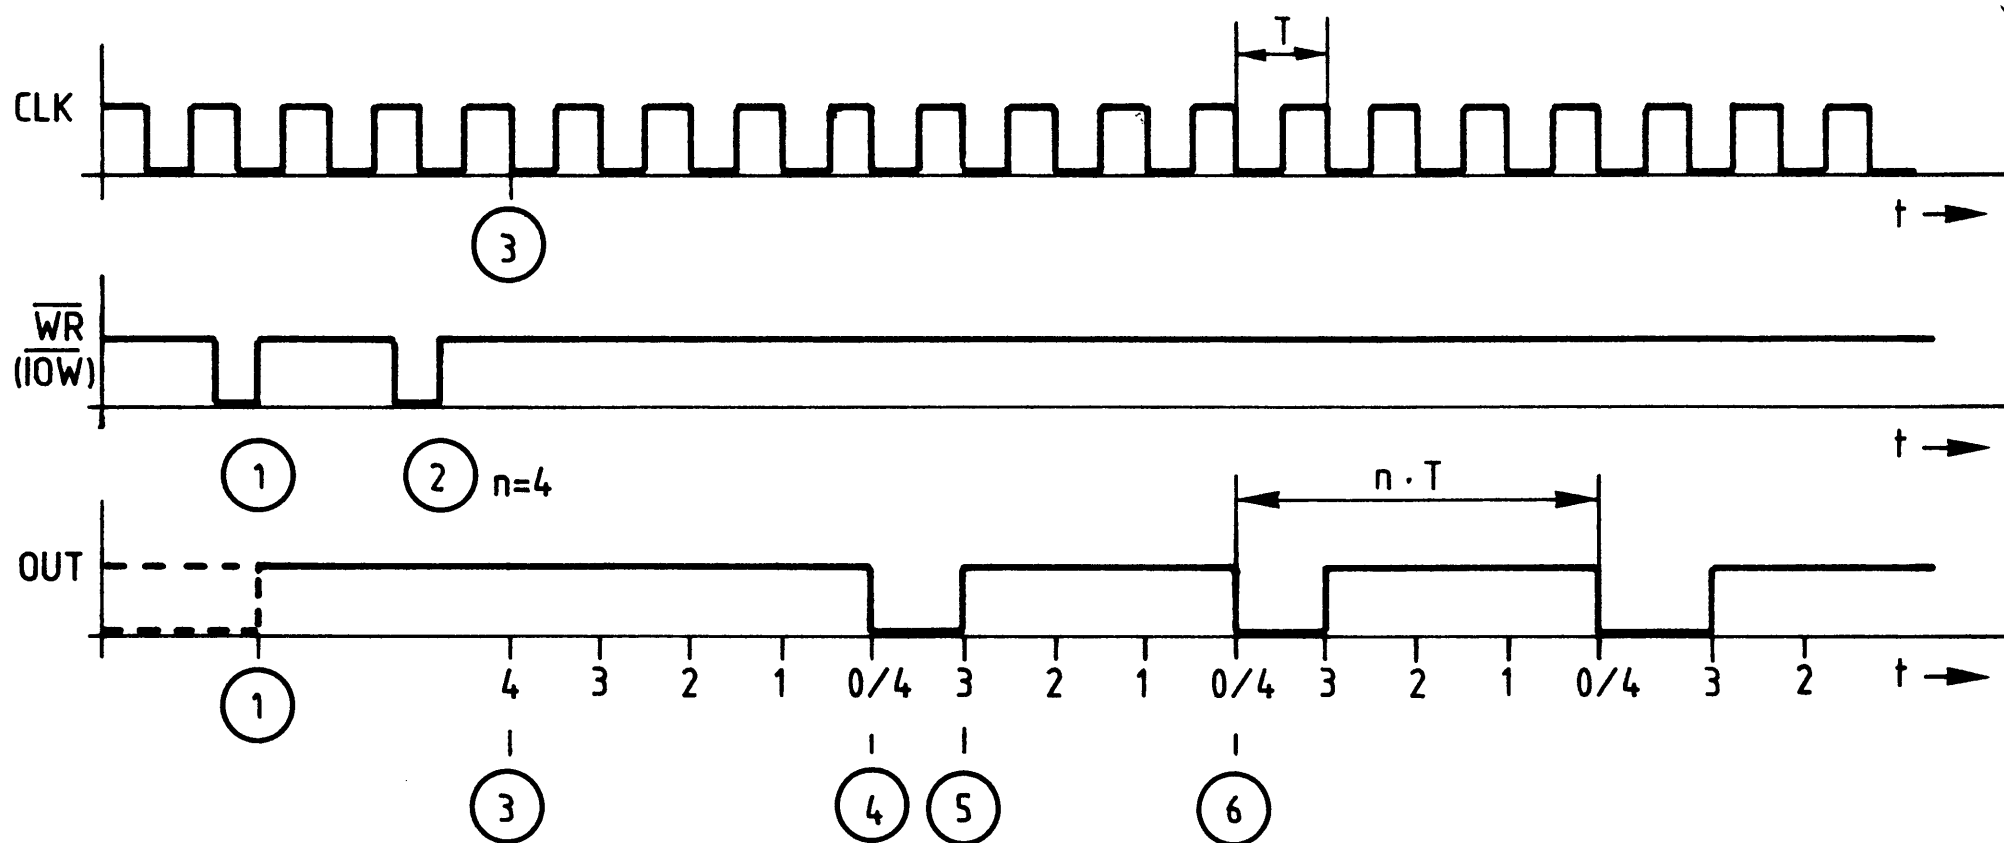

Bild 18: Impulsdiagramm zur Betriebsart 2
Bild 18 zeigt das Wesentliche der Betriebsart 2 im Impulsdiagramm.
Erläuterungen zu Bild 18:
- (1) Mit der positiven Flanke des $\overline{\text{WRITE}}$ -Signals (" $\overline{\text{IOW}}$ ") wird das Steuerwort für die Betriebsart 2 in das Steuerwort-Register des Zählers geschrieben. Der Ausgang "OUT" führt nun H-Signal, der Zähler arbeitet noch nicht.
- (2) Nun wird der Zähleranfangswert bzw. der gewünschte Teilfaktor mit einem oder mit zwei Schreibzyklen in das Zwischenregister geladen. In Bild 18 ist dies der Wert "4" mit einem Zyklus.
- (3) Durch den nächsten Takt erfolgt die Übernahme des Zähleranfangswertes vom Zwischenregister in den Zähler, die Zählung beginnt. Mit jedem weiteren Takt verringert sich der Zählerstand um den Wert "1".
- (4) Vier Takte nach der Zählerübernahme ist der Zählerstand "0" erreicht, und "OUT" nimmt für eine Taktperiode L-Pegel an. Gleichzeitig wird der Zähleranfangswert wieder aus dem Zwischenregister in den Zähler geladen.
- (5) Nach einem Takt führt "OUT" wieder H-Signal, der Zähler ist schon um 1 verringert.
- (6) Vier Takte nach der letzten Nullstellung des Zählers zum Zeitpunkt (4) ist wieder Null erreicht. Alle folgenden Perioden der Ausgangsspannung sind n-mal so lang wie die Taktperiode. Somit ist die Taktfrequenz durch n geteilt.
Im Impulsdigramm von Bild 18 sind der Einfluß des GATE-Anschlusses und die Ladung eines neuen Zähleranfangswertes nicht berücksichtigt, weil dies nicht übersichtlich dargestellt werden kann. Entsprechende Hinweise finden Sie bei der Beschreibung der Merkmale dieser Betriebsart.